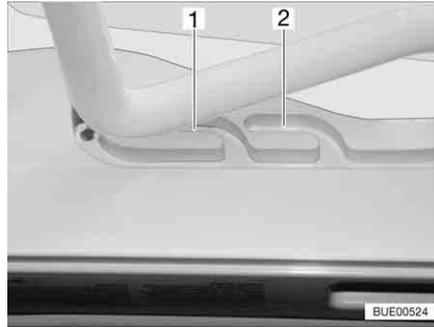
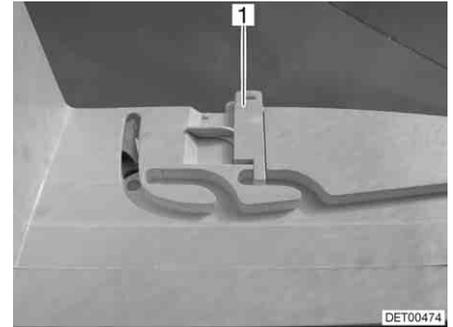

Bild 80 Heki-Dachhaube in Lüftungsstellung
Bild 81 Verriegelung Lüftungsstellung
Die Heki-Dachhaube kann in zwei Lüftungsstellungen gebracht werden: Schlechtwetterstellung (Bild 80,1) und Mittelstellung (Bild 80,2). Je nach Modell kann die Dachhaube in der Mittelstellung mit den beiden Riegeln (Bild 81,1) links und rechts am Rahmen der Dachhaube verriegelt werden.
- Den Bügel leicht nach oben drücken und in die gewählte Führung (Bild 80,1 oder 2) schieben und ggf. verriegeln.